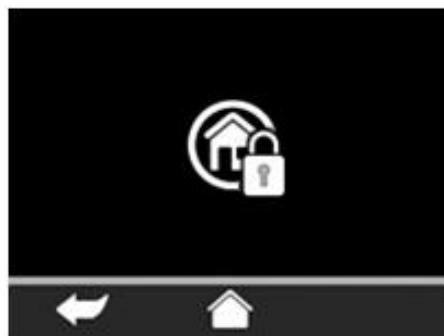

Abb. 40. Bedienseite Heizung bei Dauer-Schutzbetrieb
- Bei Aufruf der Bedienseite Heizung erscheint das Symbol für den Dauer-Schutzbetrieb. Eine Bedienung ist nicht möglich (Abb. 40).